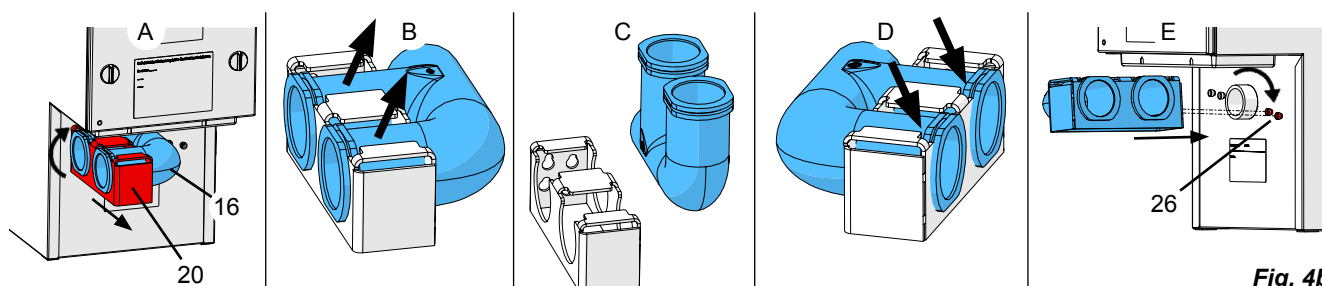

Fig. 4b
- ⇒ Encajar la tubería de aspiración (16) en la boca de succión del sistema de aspiración y enganchar el soporte (20) en los tornillos de soporte (26, Fig. 4b).